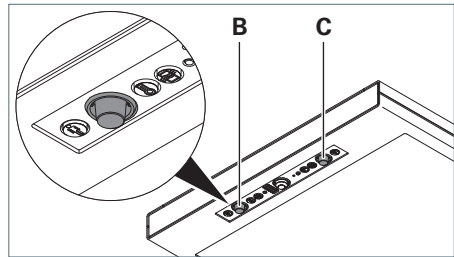

Fig. 16: PIR-Sensoren: Belegung Arbeitsplatz 1 und 2, Ausführung RX.
- Schwenken Sie die PIR-Sensoren **B**, **C** in die gewünschte Richtung, siehe Fig. 16.